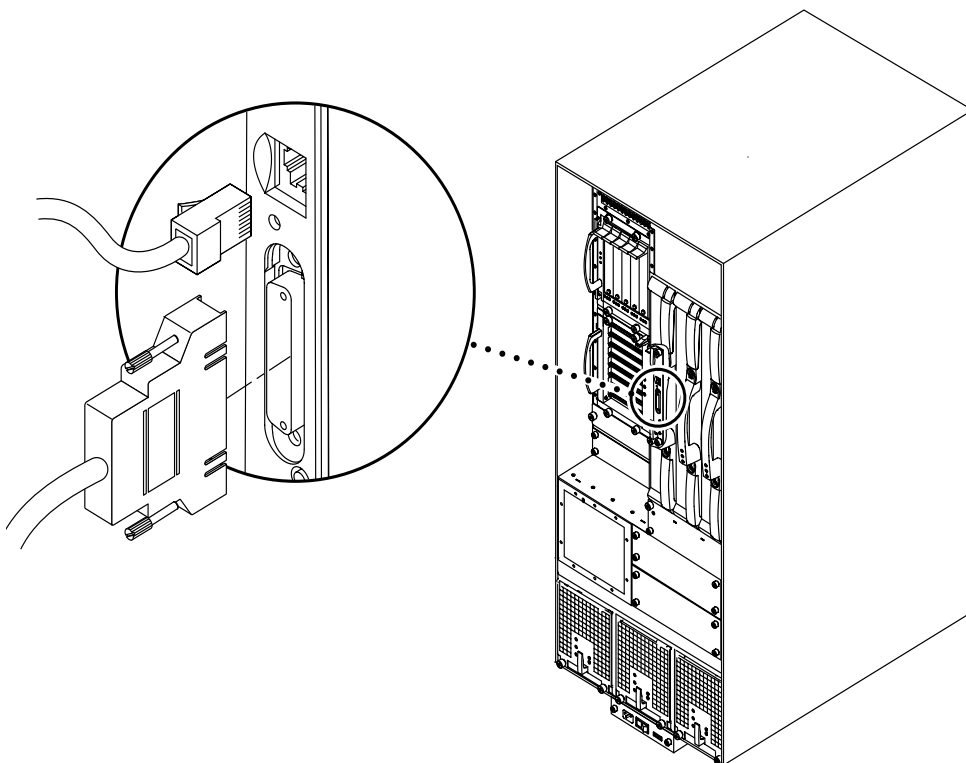

図 3-2 Sun Fire 4810 システムの主システムコントローラ接続
1. シリアルケーブル (TTYa またはヌルモデム) の一方の端を、主システムコントローラボードのシリアルポートに接続します (図 3-2)。